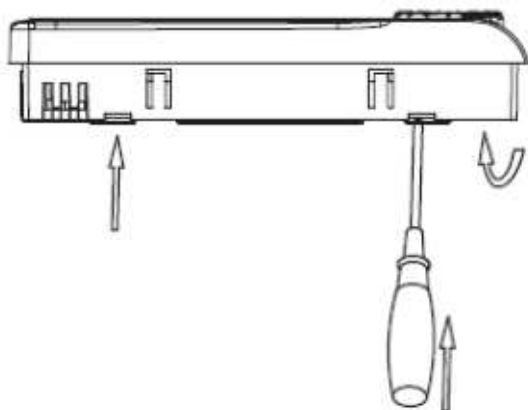

Рис. 2
- 5) Закрепите нижнюю крышку на коробку инсталляции с помощью винтов (рис. 2).